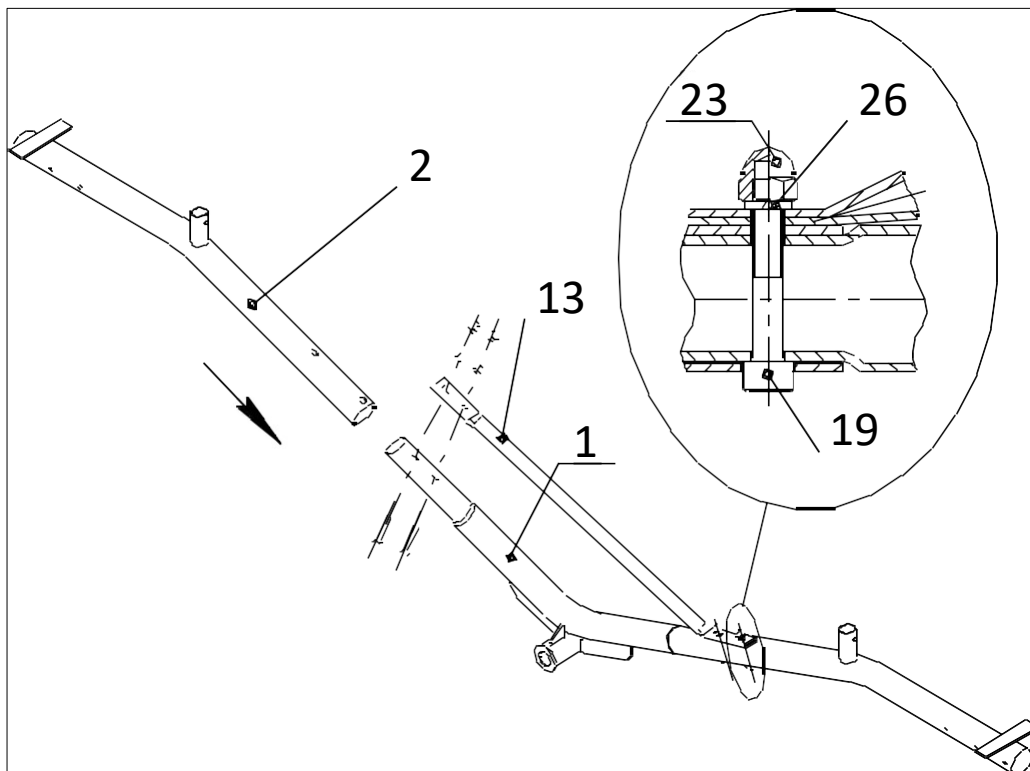

Рис.3
10.6.2 Собрать качалку с балками (Рис.3).